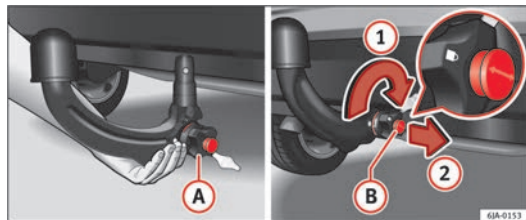

Fig. 117 Posizionamento della barra a testa sferica / chiusura della serratura ed estrazione della chiave
- Afferrare la barra a testa sferica dal basso ⇒ fig. 117 ed inserirla nella bussola di serraggio fino al limite o fino a quando non si sente uno scatto ⇒ Δ.